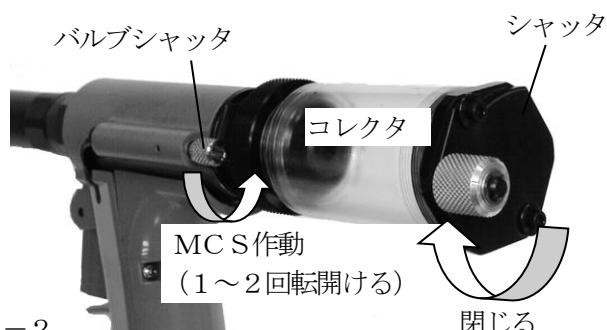

図4-2
- (3) シャッタが閉じているか確認してください。開いている場合はシャッタを右に回して、閉じてください。(図4-2)
- (4) バルブシャッタを左に1～2回転回して開き、MCSを作動させてください。(図4-2)